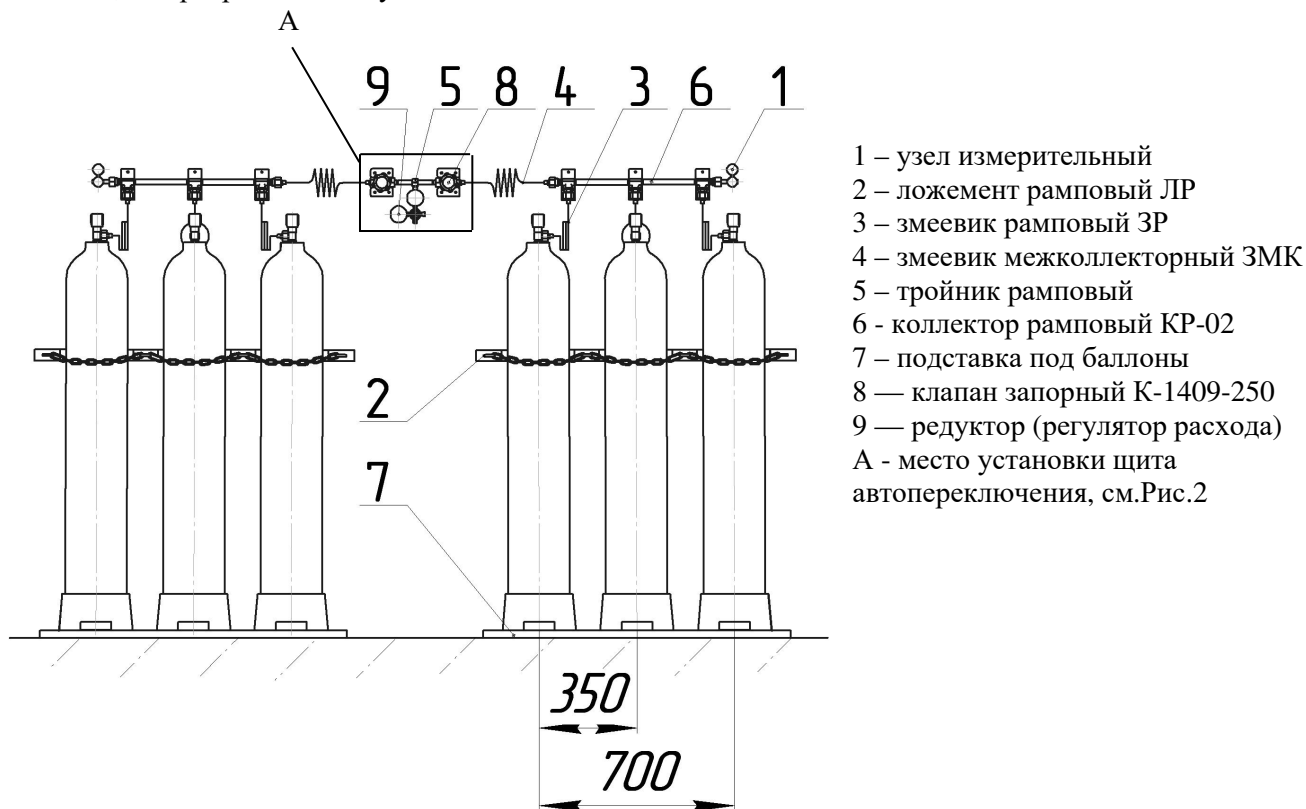
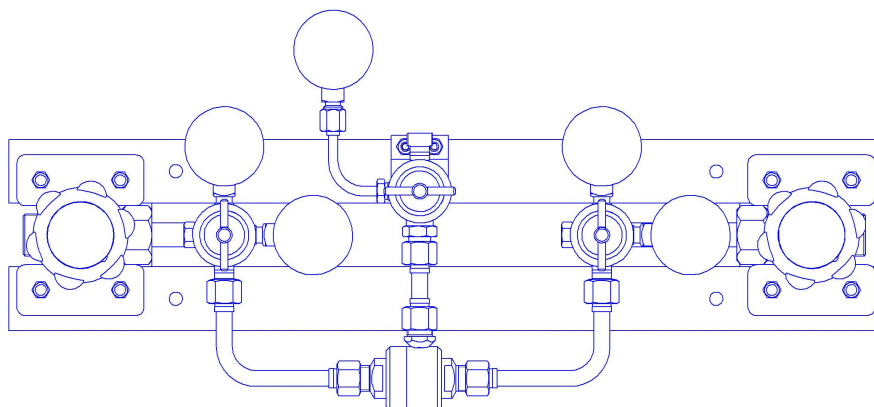

Рис. 1. Схема рампы перепускной РП-02
Рис.2. Щит автопереключения
4.1 Условная схема монтажа комплекта представлена на рис. 1 (изображено исполнение ДЖЕТ 214 00 00 00-01 на 6 баллонов).
5.1 Сборка и монтаж комплекта производится согласно рис.1. Щит автопереключения (рис.2) поставляется в сборе.